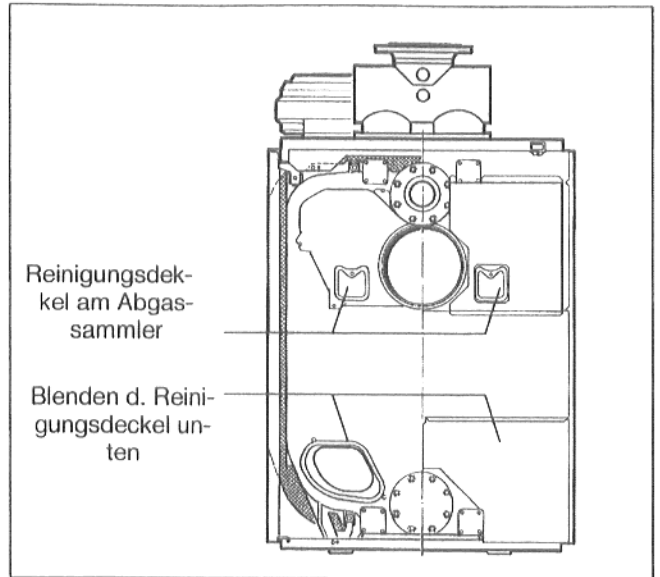

Abb. 61
- Reinigungsdeckel am Abgassammler öffnen (Abb. 61).
- Blenden der Reinigungsdeckel hinten unten aus den Seitenwänden aushängen und die Reinigungsdeckel abnehmen (Abb. 61).